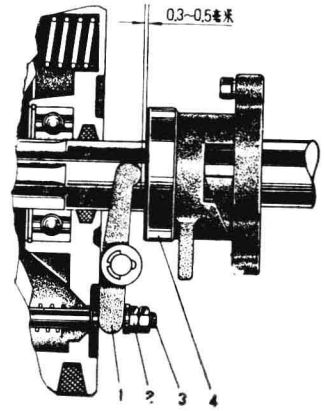

图 7 分离杠杆的调整
2. 离合器分离杠杆的调整: (见图7)
- (1) 将离合、制动手柄(6)放在“合”的位置, 调整分离杠杆与分离轴承的间隙为0.3~0.5毫米(见图7); 然后调整离合器拉杆(5)的长短, 使离合制动手柄(6)在“合”的位置, 其自由行程为25~30毫米, 这样, 当离合、制动手柄处于“离”的位置时, 就能可靠分离;
- (2) 将离合、制动手柄放在“离”的位置, 调整制动拉杆(7)的长短及调整螺母(2)的位置, 使弹簧(3)与拉耳(4)开始相顶, 并使弹簧压缩3~5毫米, 然后拼紧螺母(1), 这